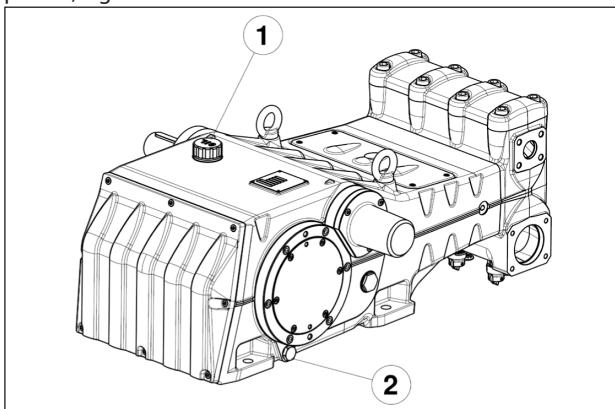

Fig. 1
Las operaciones de reparación de la parte mecánica deben ser realizadas después de haber retirado todo el aceite del cárter. Para vaciar el aceite, es necesario quitar el tapón de carga de aceite pos. ①, Fig. 1 y a continuación el tapón de descarga pos. ②, Fig. 1.